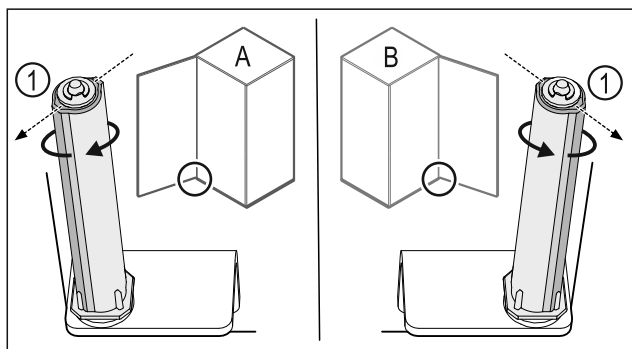

Fig. 44 Ľavý doraz (A)/pravý doraz (B)
- ▶ Otáčajte systém zatvárania proti odporu, kým nebude mostík systému zatvárania Fig. 44 (1) ukazovať von.